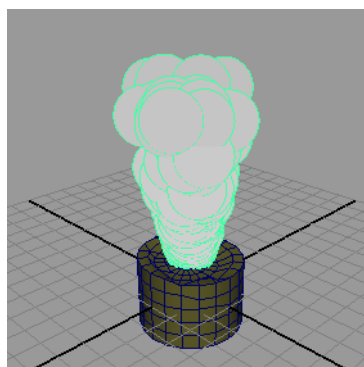

Рисунок 1.3
2. Відрегулюємо параметри життя частинок, змінивши в редакторі атрибуту в середині сувію **LifespanAttributes** режим **LifespanMode** (Режим періоду існування) з варіанту **LiveForever** (Вічно) на **Constant** (Постійно), а потім присвоїмо параметру **Lifespan** (Час життя) значення 3. Встановимо для візуалізації частинок варіант **Cloud** (Хмара) – рис. 1.3.